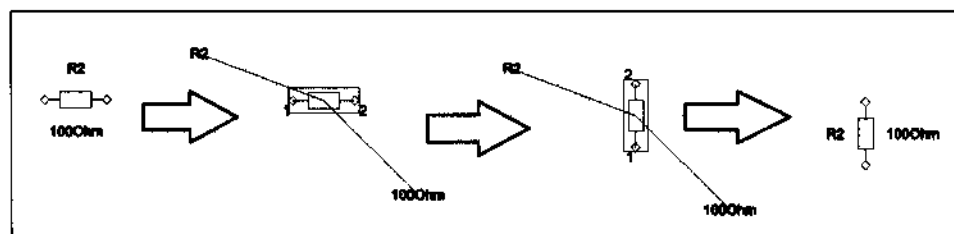

Рис. 29.3. Упорядочивание вида компонента при повороте
*Но я рекомендую перед этим сделать следующее: выделить маркировку компонента и «оттащить» ее мышкой в сторону; эту же процедуру проделать со значением компонента. После этого можно повернуть компонент, а обозначения переместить так, как удобно их видеть на схеме (рис. 29.3).*